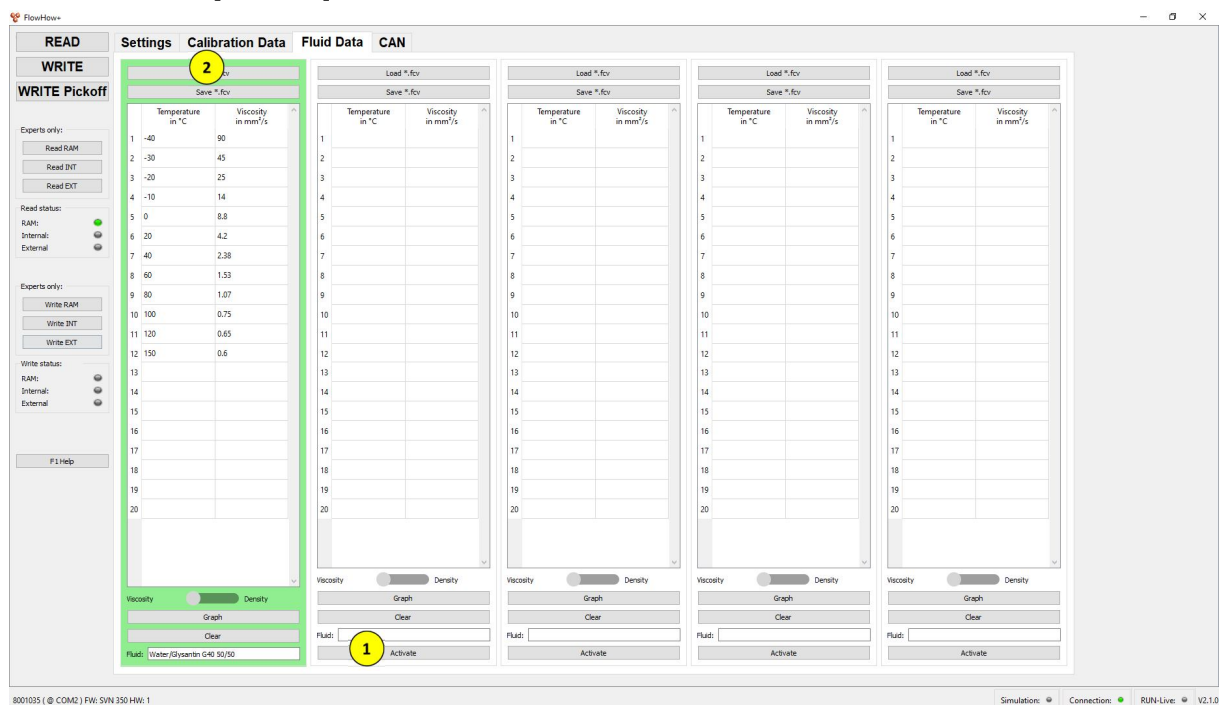

Abb. 14: Datensatz auswählen und Flüssigkeitsdaten laden
- Navigation zum Tab „Fluid Data“. [Abb. 14]
- Gewünschten Datensatz über „Activate“ **(1)** auswählen. [Abb. 14]
- Um die Daten zu laden, Button „Load \*.fcv“ **(2)** drücken und gewünschte Datei auswählen. [Abb. 14]